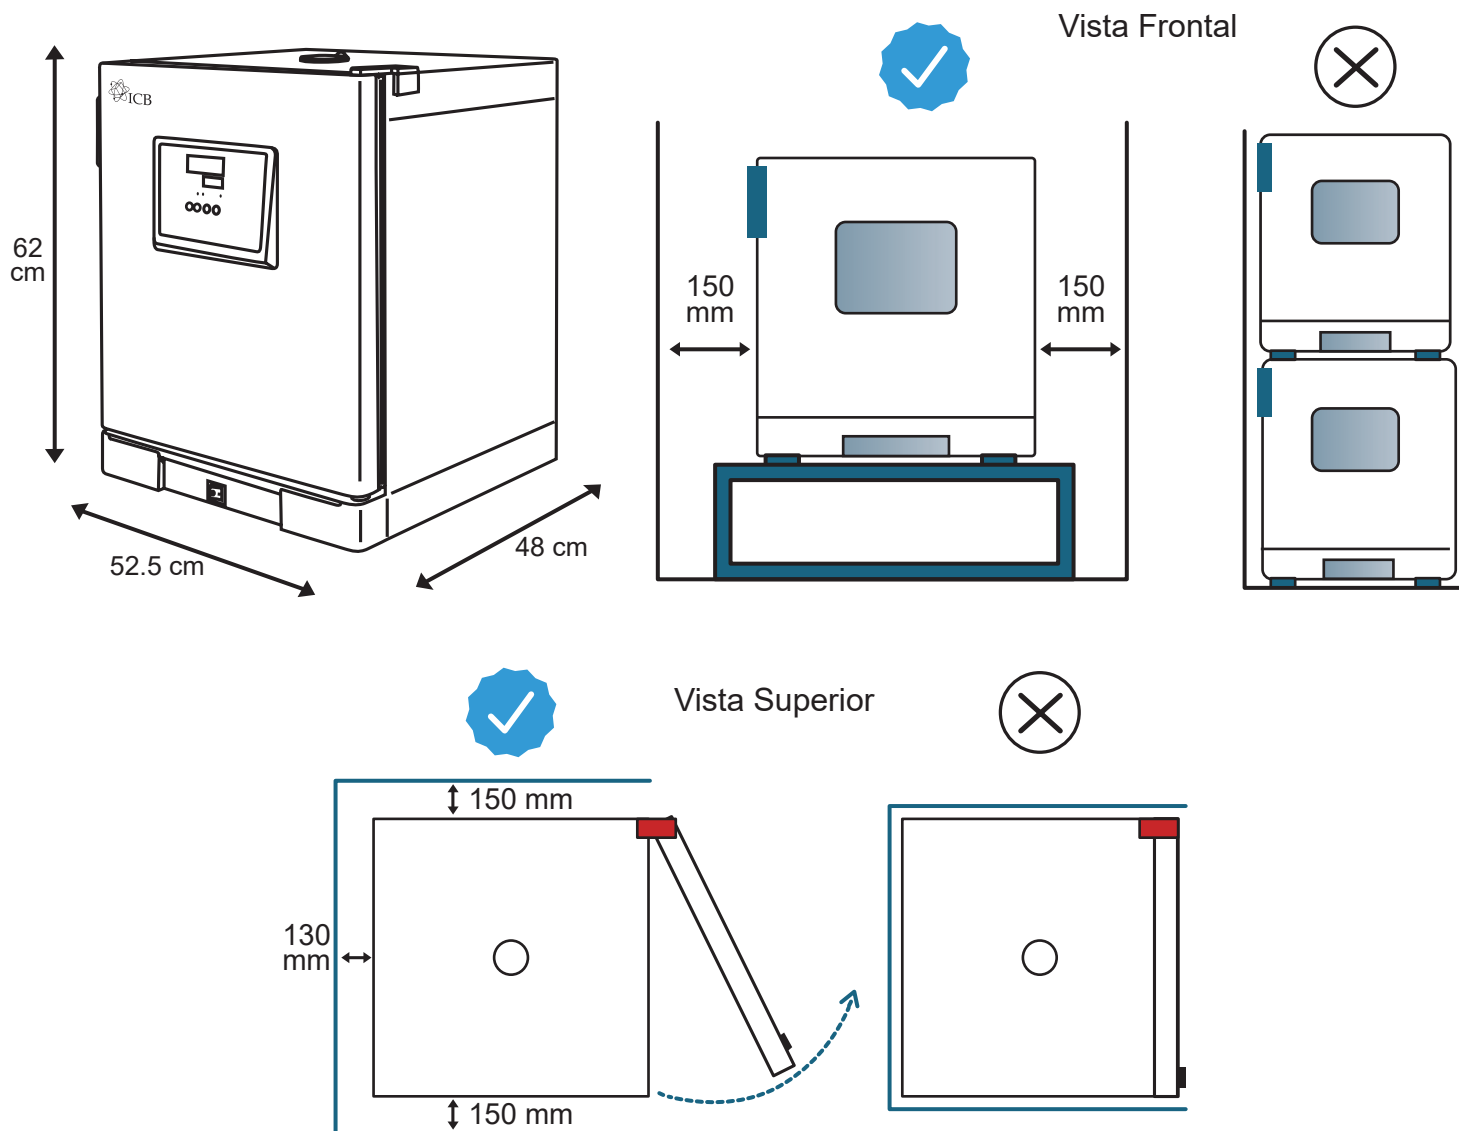

Figura 3. Distancia de colocación de la incubadora
- El equipo debe mantenerse a cierta distancia de la pared como muestra la Figura 3.